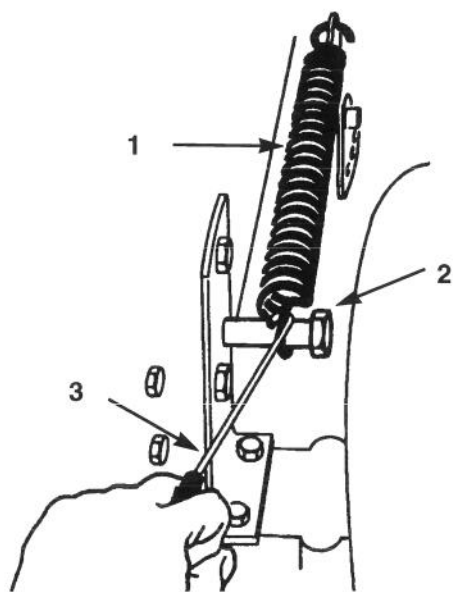

Figure 39
4. Déposer le ressort compensateur de hauteur de coupe du boulon de retenue (Fig. 39), à l'aide de l'outil pour ressort fourni avec la machine. Le ressort se trouve entre la châssis et la roue arrière droite.